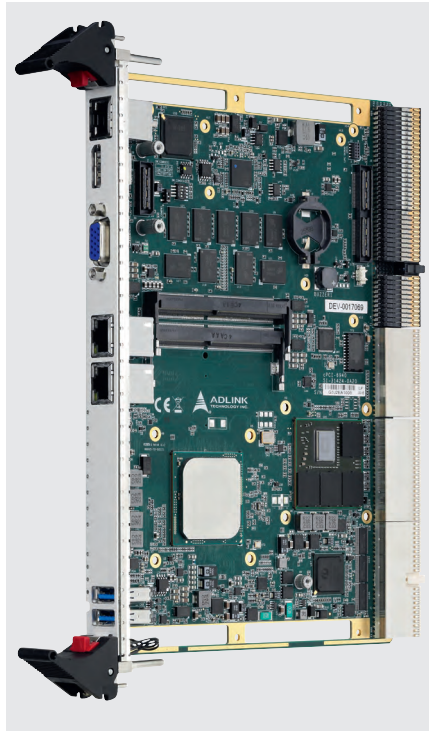

Рис. 7. Плата cPCI-6940
- **cPCI-6940** (рис. 7) – по различным причинам, в том числе и для сохранения ранее закупленного оборудования, некоторые приложения могут лучше работать с CompactPCI, а не с VPX. Как и VPX3010, одноплатный сервер ADLINK cPCI-6940 с процессором Intel® Xeon® D-1500 и AMD Radeon™ E8860 GPU в форм-факторе 6U предлагает высокоэффективную основу для систем обработки информации с радаров.